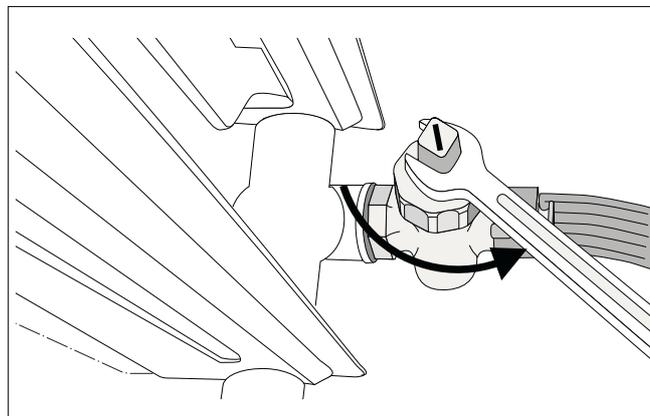

Fig. 83 Svuotamento dell'impianto di riscaldamento
- Scaricare l'acqua dal punto più basso dell'impianto di riscaldamento con l'ausilio del rubinetto di carico e scarico o del radiatore (fig. 83). Durante tale operazione è necessario che il disaeratore automatico situato nel punto più alto dell'impianto di riscaldamento / del radiatore sia aperto.